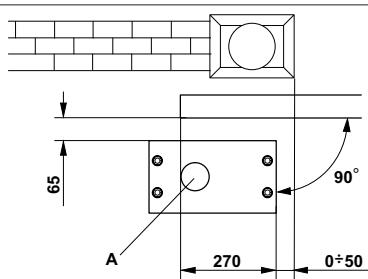
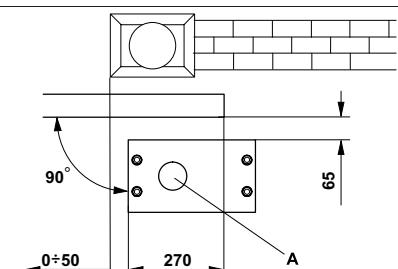

Abb. 5
Abb. 6
- Die Grundplatte muß gemäß Abb. 5 (Schließung rechts) oder Abb. 6 (Schließung links) positioniert werden, um ein korrektes Eingreifen zwischen Ritzel und Zahnstange zu gewährleisten.